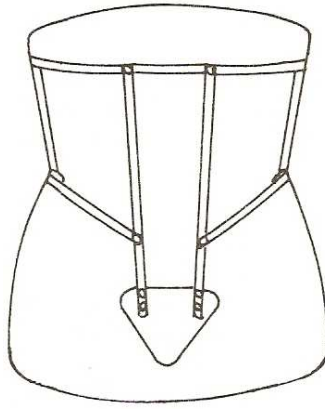

Figure 35 : CIVB-1 ou -2 (44)
- **Le CIVB-1** : cage fermée (Figure 35)
- **Le CIVB-2** : cage fermée et ajourée (Figure 35)